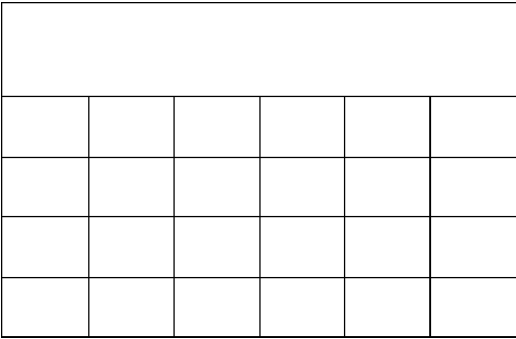

图 7-20 绘制的表格
8) 单击【确定】按钮，在图纸合适位置插入表格，如图 7-20 所示。